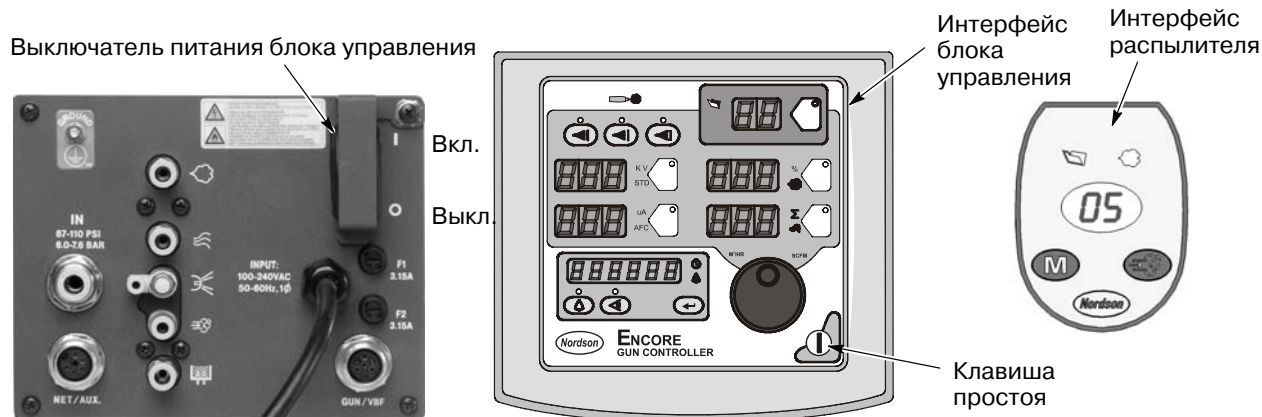

Рис. 3-1 Органы управления системой
- См. рис. 3-1. Убедившись, что спусковая клавиша распылителя не нажата, включить питание блока управления. Подсвечиваются дисплеи и значки интерфейса блока управления и интерфейса распылителя.
Клавиша **Простой**, показанная на рис. 3-1, служит для выключения интерфейса и распылителя на время перерывов в производстве. Пока интерфейс блока управления выключен, запуск распылителя невозможен, и интерфейс распылителя отключен.